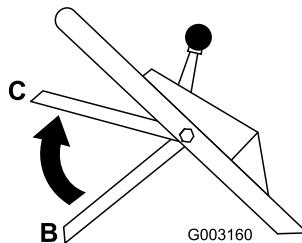

Figura 18
3. Alzate la barra di comando della lama in posizione centrale 13 cm sotto la barra trasversale della maniglia (posizione C nella Figura 18).
- Rilasciate la barra di comando della lama (posizione B nella Figura 18).